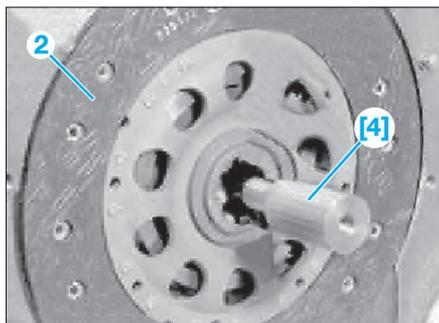

Fig. 9
- [4]. Douille de centrage du disque d'embrayage (ref : 21 2 201) (Fig.9).
- Centrer le disque d'embrayage (2) sur le volant moteur avec l'outil [4] (Fig.9).